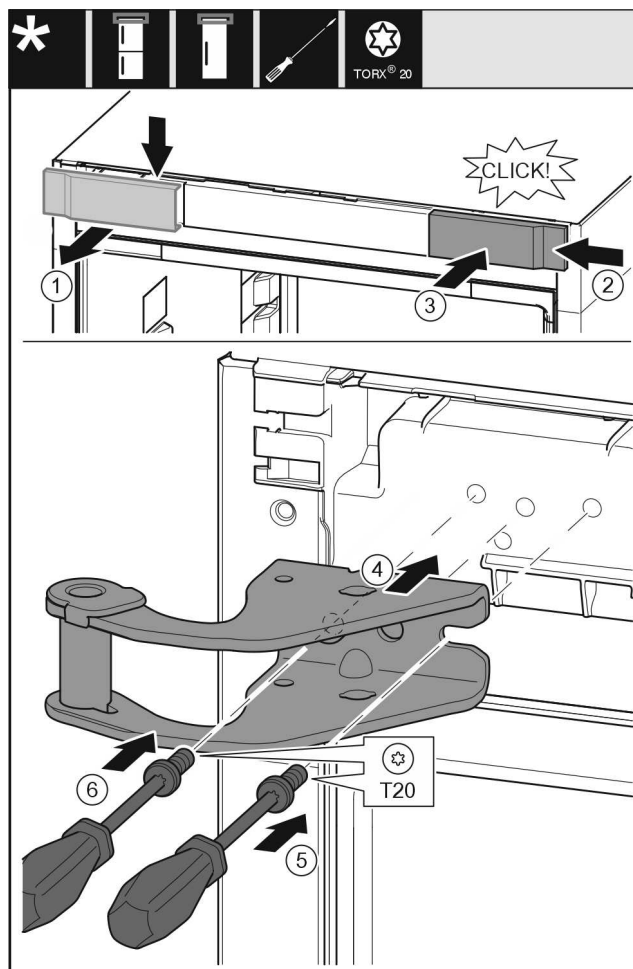

Fig. 32
- ▶ Vegye ki felülről a fedelet Fig. 32 (1) előre felé.
- ▶ Akassza be a fedelet Fig. 32 (2) 180°-kal elfordítva a másik oldalra jobb felől.
- ▶ Pattintsa be a fedelet Fig. 32 (3).
- ▶ Helyezze fel a felső csapágybakot Fig. 32 (4).
- ▶ Helyezze fel és húzza meg a csavart Fig. 32 (5) csavarhú-zóval.
- ▶ Helyezze fel és húzza meg a csavart Fig. 32 (6) csavarhú-zóval.